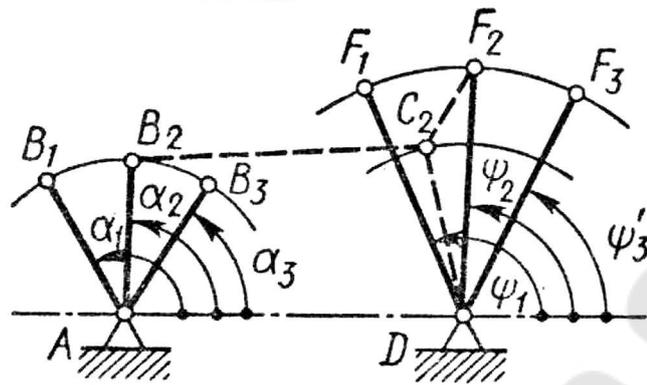

Рис. 8.1
1. Спроектировать схему механизма шарнирного четырехзвенника, изображенного на рис. 8.1, по трем положениям кривошипа  $AB$  и трем положениям плоскости коромысла  $CD$ . Положение кривошипа задаются углами  $\alpha_1, \alpha_2, \alpha_3$ , а положение плоскости коромысла – в виде трех последовательных положений прямой  $DF$  (углы  $\psi_1, \psi_2, \psi_3$ ), принадлежащей этой плоскости. Даны размеры  $l_{AB}$  и  $l_{AD} = l_{DF}$ . Определить скорость и ускорение точки  $C$ , если угловая скорость звена  $AB$   $\omega_{AB} = 20 \text{ с}^{-1}$ , для положения, когда угол  $\alpha = 60^\circ$ . Исходные данные приведены в табл. 8.1.